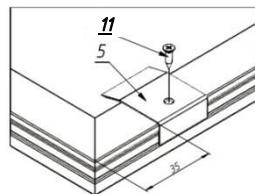
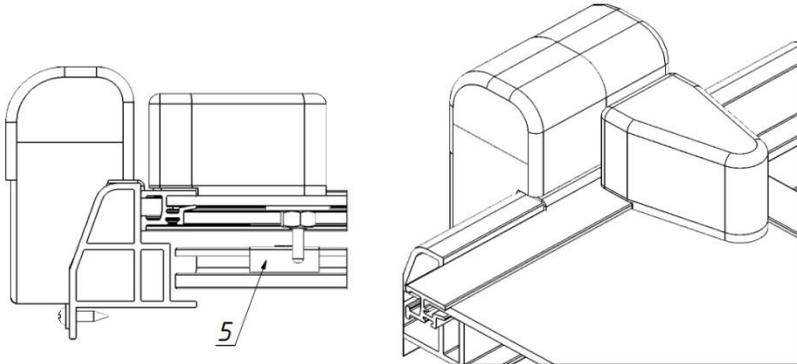

Рис. 9
Рис. 10
- Установить отбойник **5** на пластиковое обрамление нижней двери ларя напротив штока ригеля согласно Рис. 9 и Рис. 10, закрепить отбойник с помощью самореза **11**.
6. Проверить работоспособность установленного замка вместе с ригелем. Установка завершена. (Рис. 10)